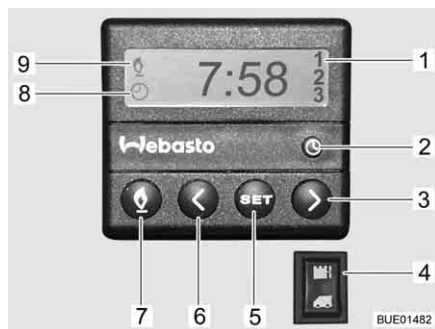

Fig. 125 Centralina di controllo (riscaldamento fisso)
- Premere il tasto (Fig. 125,7). Il funzionamento del riscaldamento viene indicato con il simbolo (Fig. 125,9). La ventola viene inserita solo quando la temperatura dell'acqua di raffreddamento è pari a 30 °C.
- Premere il tasto (Fig. 125,7). Il simbolo (Fig. 125,9) si spegne.
- Premere l'interruttore (Fig. 125,4) in alto. Il motore viene preriscaldato. La ventola viene inserita immediatamente.
- Premere l'interruttore (Fig. 125,4) in basso. Il motore rimane freddo.
- Premere il tasto (Fig. 125,2). L'impostazione dell'ora viene indicata con il simbolo (Fig. 125,8).
- Impostare l'ora con i tasti (Fig. 125,3 e 6).
- Premere il tasto (Fig. 125,5).
- Impostare l'orario di accensione con i tasti (Fig. 125,3 e 6) entro 10 secondi.
- Premere il tasto (Fig. 125,5) fino a che nel display (Fig. 125,1) non appare il numero di programmazione desiderato.